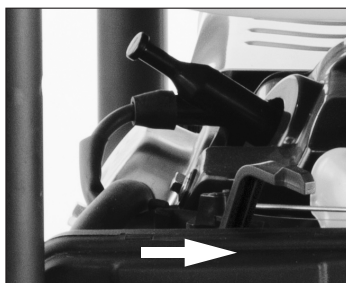

рис. 11
11. Дайте двигателю поработать в течение 3–5 минут, чтобы прогреть его. По мере прогрева двигателя постепенно передвиньте рычаг воздушной заслонки в положение «Открыто» (рис. 11).